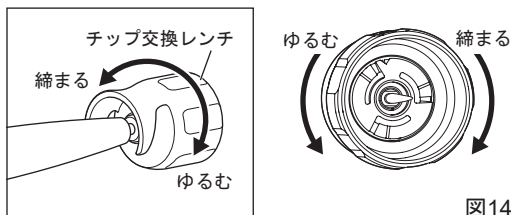

図14
- 2) チップの上からチップ交換レンチの穴を通し、チップの四角になっている部分を合わせて挿し込みます。次にチップ交換レンチを締め付け「カチッ、カチッ」と空まわりするまで締め付けます（図14）。その際はハンドピースを持ち、ハンドピースコードがねじれないようにしてください。
チップを取り外す際は、図14のゆるむ方向へ回しゆるめます。